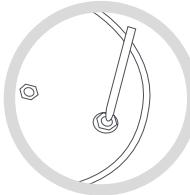

Fig. 6
2. Válvula de segurança (7). Verifique se a válvula de segurança (7) funciona corretamente, pressionando a válvula com uma vareta fina do lado de dentro da tampa (1) (Fig. 6). Para um funcionamento adequado, deverá deslizar livremente de cima para baixo. Se a válvula estiver bloqueada, não use a panela e leve-a a um Serviço Técnico Autorizado Fagor para inspecção.